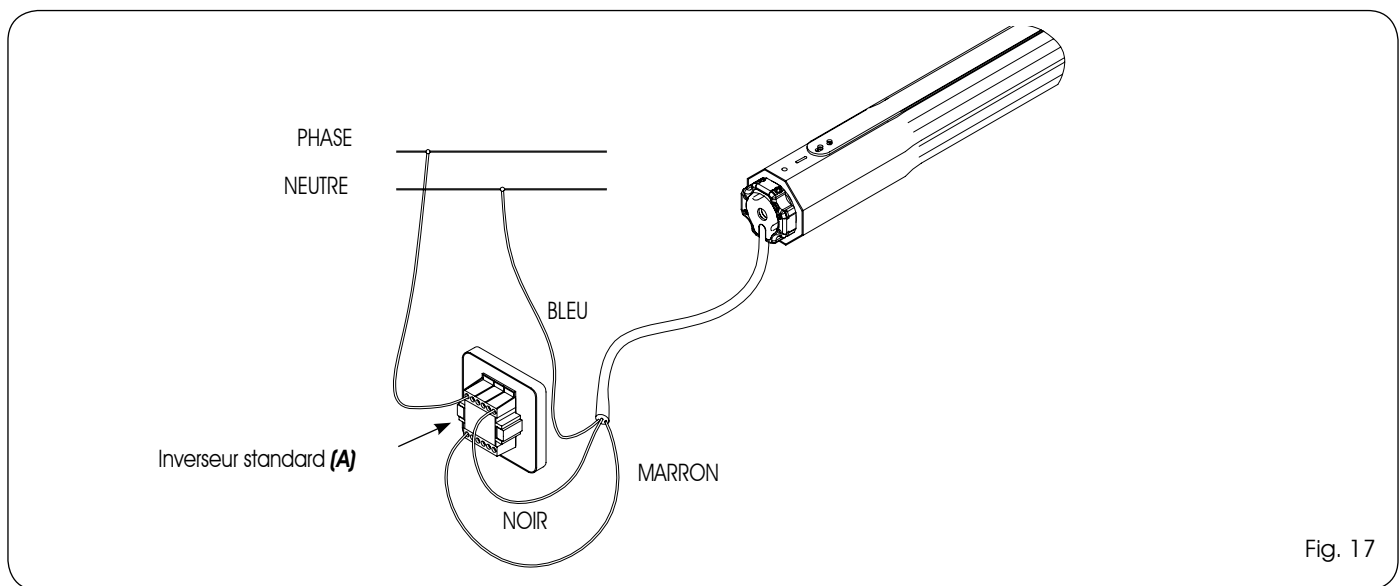

Fig. 17
1. Connecter les fils de l'électro-rouleau à l'inverseur standard (Fig. 1 réf. 4) d'après le schéma de la figure 17
2. Connecter l'inverseur à la ligne d'après la figure 17.
5. Si le sens de rotation est erroné, mettre hors tension et inverser l'inverseur (Fig.17 réf. A), connecter le fil noir au fil marron et vérifier le fonctionnement.